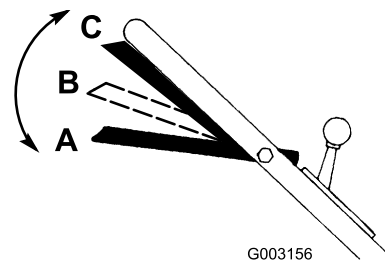

Figura 13
1. La barra de control de la cuchilla debe estar en la posición A (Figura 13).
2. Deslice la barra de control de la cuchilla a la derecha y elévela a la posición B para engranar la cuchilla (Figura 13).
3. Apriete la barra de control contra el manillar hasta que llegue a la posición C para avanzar (Figura 13).